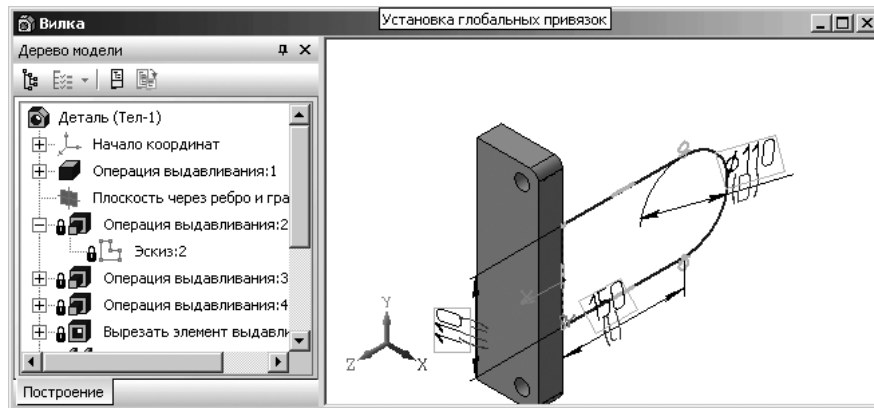

Рис. 3.86. Подготовка к присвоению параметра – длина проушины имени переменной
- щелкните на панели инструментов **Текущее состояние** по пункту **Эскиз** для перехода в режим создания (редактирования) эскиза. Появится эскиз элемента вилки – проушины. Это состояние показано на рис. 3.86.